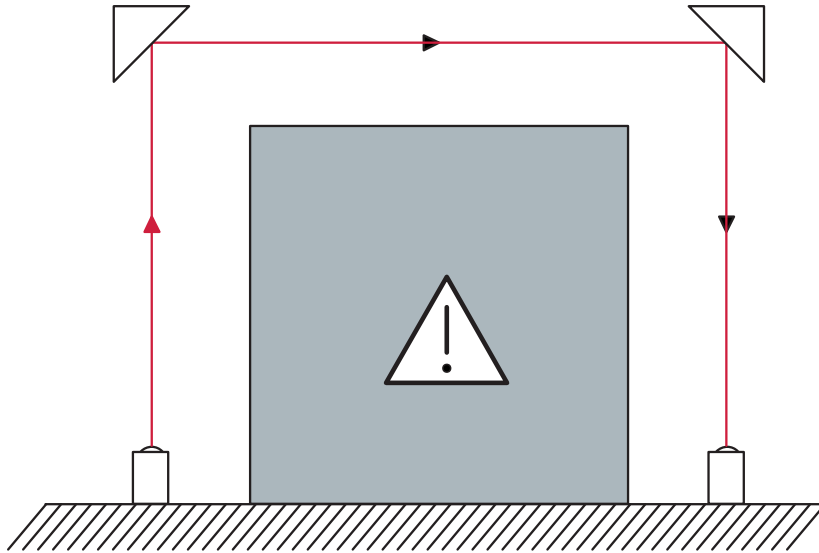

Fig. 6.5: Disposición de los espejos deflectores
- Disposición de los espejos deflectores de modo que el eje óptico discorra de forma centrada respecto al espejo (Vea Fig. 6.5:).